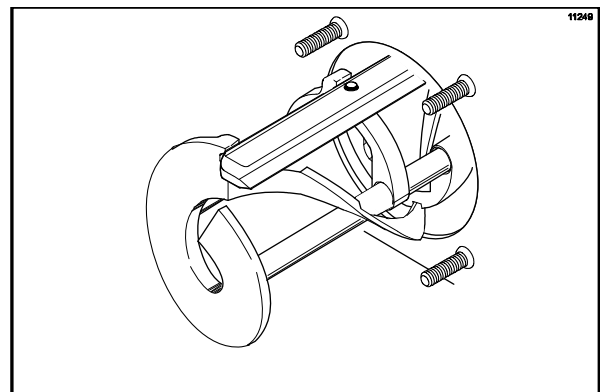

Figura 131
4. Prendendo a lâmina posterior sobre o batedor, deslize-a até a metade do cilindro de congelamento. Instale a lâmina de raspagem anterior sobre o pino de retenção dianteiro. (Veja a Figura 131.)